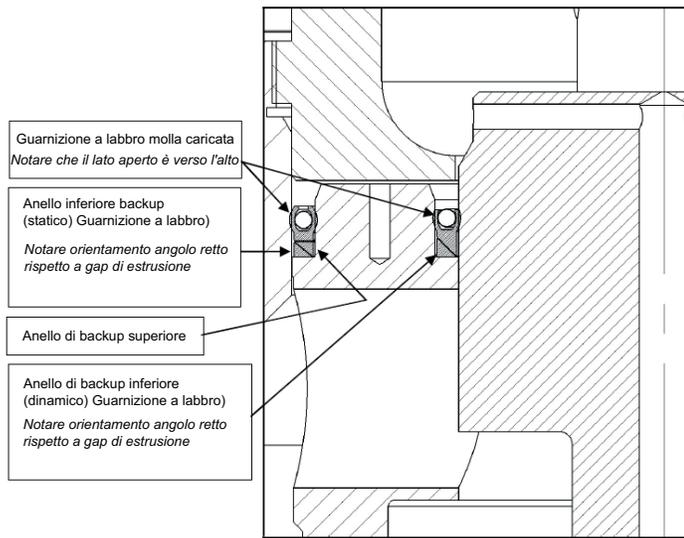

Figura 21: Orientamento dinamico e statico della guarnizione a labbro (bilanciato)
4. Posizionare la guarnizione a labbro (statica) (B118) nella camicia (B106), nell'orientamento mostrato in Figura 21.
6. Posizionare la guarnizione a labbro (dinamica) (B108) sull'otturatore (B112), nell'orientamento e nella posizione approssimativa mostrata in Figura 21.